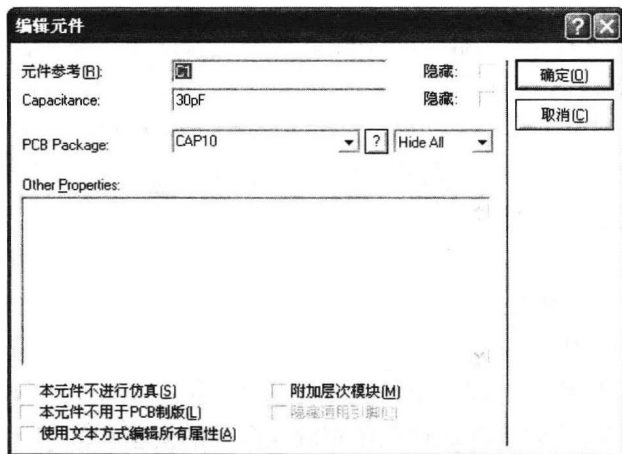

图 1-5 “编辑元件”对话框
(11) 属性设置。先右击后单击元器件电容 C1，弹出“编辑元件”对话框，如图 1-5 所示。将电容量改为 30pF，单击“确定”按钮完成元器件电容 C1 的属性编辑。用同样方法编辑其他元器件属性。